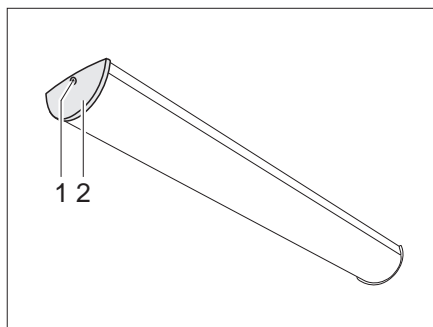

Fig. 278 Plafoniera del vano abitabile
- Svitare la vite (Fig. 278,1) e smontare la copertura (Fig. 278,2).